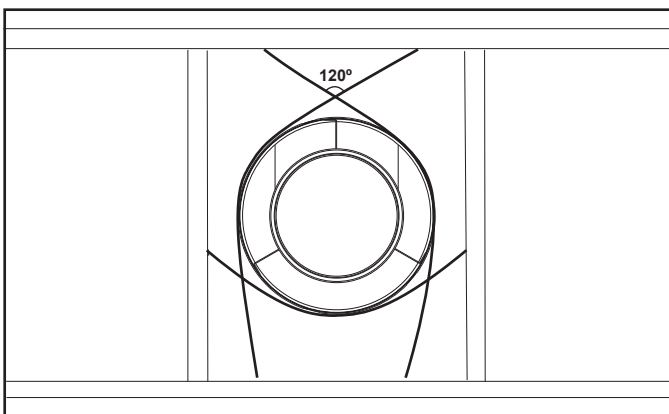

Figure 7.8 Fixation des sections verticales du conduit
- Des supports de conduit ou des bandes de suspension (espacés de 120°) peuvent être utilisés à cette fin. Voir les figures 7.8 et 7.9.